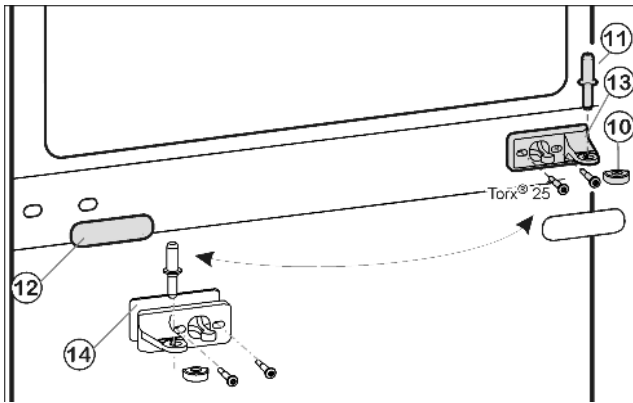
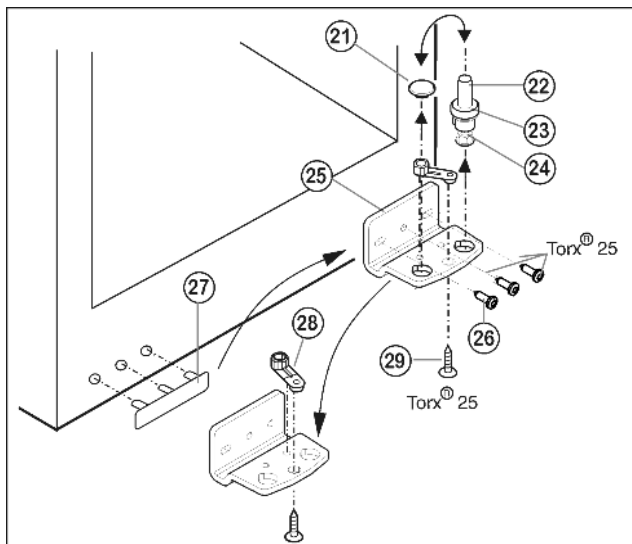

Fig. 5
Fig. 6
- ▶ Вытащите из опорного кронштейна и нижней дверцы средний опорный винт *Fig. 5 (11)*.
- ▶ Снимите пластмассовый колпачок *Fig. 5 (10)*.
- ▶ Открутите средний опорный кронштейн *Fig. 5 (13)* (2 шт. Torx® 25).
- ▶ Осторожно снимите накладку *Fig. 5 (12)*.
- ▶ Прикрутите средний опорный кронштейн *Fig. 5 (13)* с подкладкой *Fig. 5 (14)* с поворотом на 180° на новую сторону шарнира (с моментом 4 Нм).
- ▶ Защелкните накладку *Fig. 5 (12)*, повернув на 180°, на стороне, где теперь будет ручка.
- ▶ Извлеките опорный винт *Fig. 6 (22)* в комплекте с шайбой *Fig. 6 (23)* и регулируемой опорой *Fig. 6 (24)*, вытягивая его вверх.
- ▶ Снимите пробку *Fig. 6 (21)*.
- ▶ Открутите *Fig. 6 (26)* опорный кронштейн *Fig. 6 (25)*.
- ▶ Открутите *Fig. 6 (29)* опорную деталь *Fig. 6 (28)* и, переставив в отверстие на противоположной стороне опорного кронштейна, снова прикрутите.
- ▶ Осторожно снимите и переставьте на противоположную сторону крышку со стороны ручки *Fig. 6 (27)*.
- ▶ Снова прикрутите опорный кронштейн *Fig. 6 (25)* на новой стороне шарнира (с моментом 4 Нм). При необходимости используйте аккумуляторный шурупверт.
- ▶ Переставьте пробку *Fig. 6 (21)* в свободное отверстие.
- ▶ Вновь установите опорный винт *Fig. 6 (22)* в комплекте с шайбой и регулируемой опорой. При этом фиксатор должен быть направлен назад.
- ▶ Установите нижнюю дверцу сверху на нижний опорный винт *Fig. 6 (22)*.
- ▶ Снова наденьте пластмассовый колпачок *Fig. 5 (10)* на средний опорный кронштейн *Fig. 5 (13)*.
- ▶ Вставьте средний опорный винт *Fig. 5 (11)* на новой стороне шарнира через средний опорный кронштейн *Fig. 5 (13)* в нижнюю дверцу.
- ▶ Установите верхнюю дверцу на средний опорный винт *Fig. 5 (11)*.
- ▶ При необходимости выровняйте дверцы через два продольных паза в нижнем опорном кронштейне Fig. 6 (25) и среднем опорном кронштейне Fig. 5 (13) параллельно корпусу устройства. Для этого выкрутите средний винт на нижнем опорном кронштейне Fig. 6 (25).